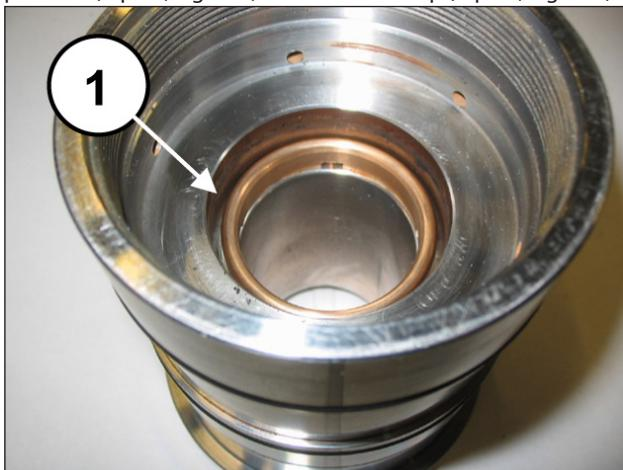

Fig. 150
Monter la bague de tête (rep. ①, Fig. 150), le joint haute pression (rep. ①, Fig. 151) et l'anneau restop (rep. ①, Fig. 152).